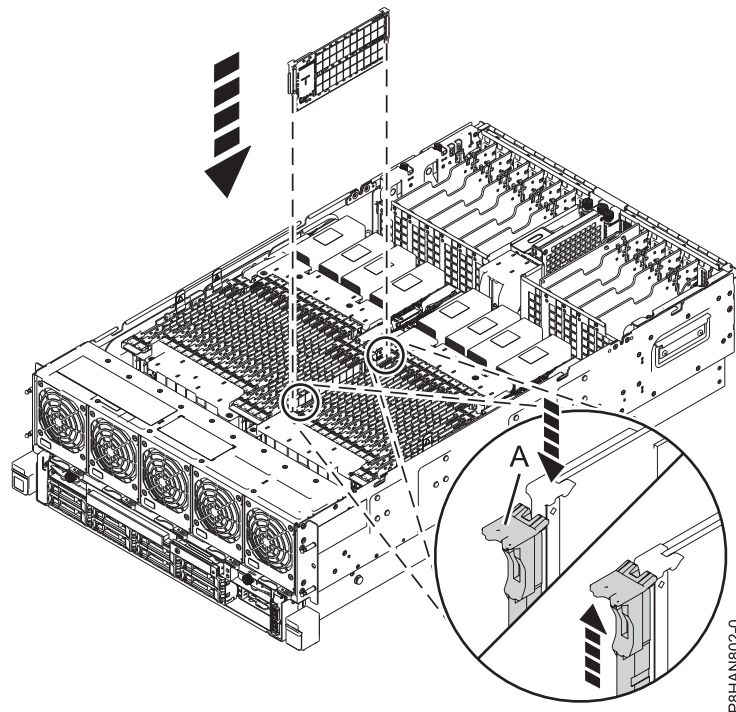

Figura 6. Instalar ou substituir memória no sistema 8408-44E ou 8408-E8E
6. Press Prima a memória firmemente para a ranhura até a patilha de bloqueio (A) encaixar. Consulte a Figura 6 na página 9.